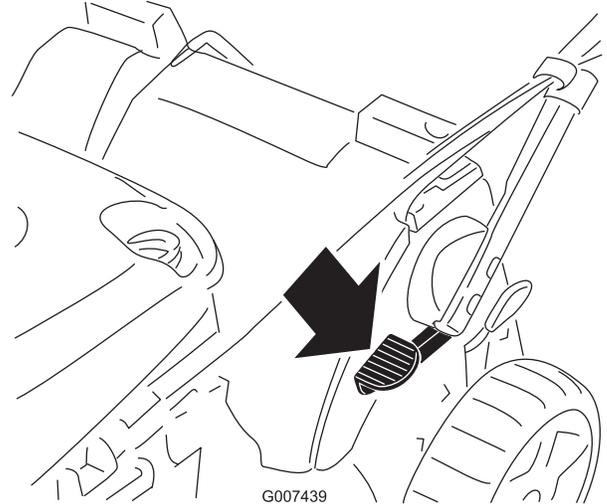

Figure 3
1. Appuyez sur la pédale et maintenez-la enfoncée (Figure 3).